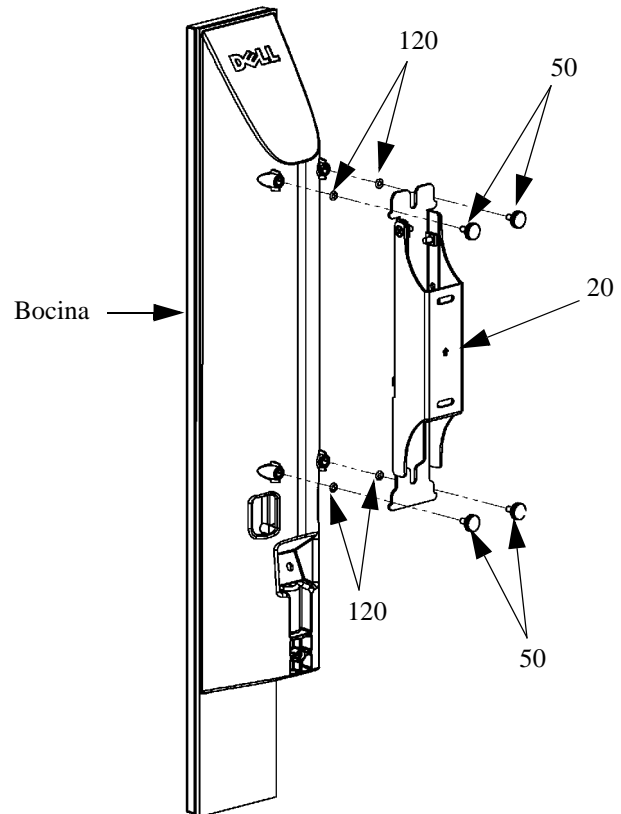

Figura 13. Instale la bocina utilizando cuatro tornillos manuales
1. Instale cuatro tornillos manuales (60) en los orificios roscados de la bocina. No apriete los tornillos manuales en este momento. (Véase la figura 13).